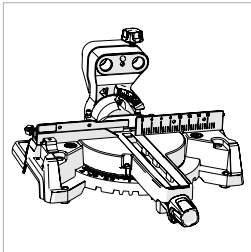

Fig. 3
- Die Drehbasis und der abgeschrägte Hals **(Abb. 3)**